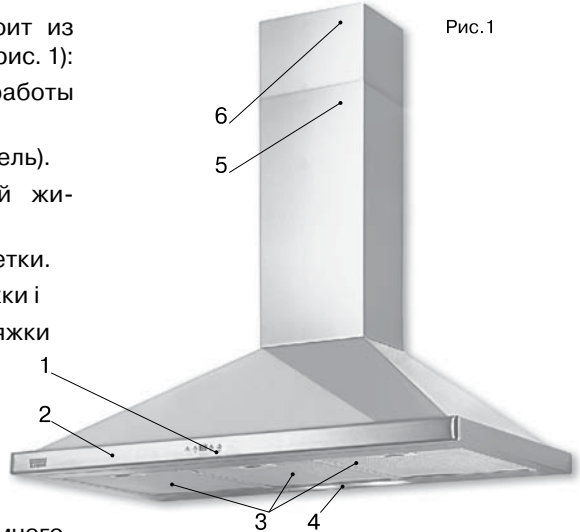

Рис. 1
Наружная часть вытяжки состоит из следующих составных частей (см. рис. 1):
С этой целью следует разместить корпус вытяжки (№ 2, рис. 1), не подсоединяя к нему декоративных кожухов воздуховода (№ 5,6, рис. 1), таким образом, чтобы тыльная сторона корпуса, которая должна прижиматься к стене, оказалась на столе или на полу, а переключатель режимов работы вытяжки, находящийся на лицевой панели, был бы обращен в сторону проверяющего. Далее вытяжка подключается к электросети и производится ее проверка. Если вытяжка на всех режимах работает исправно, следует приступить к монтажу вытяжки. Если нет, следует обратиться в организацию, в которой Вы приобрели вытяжку или в гарантийную мастерскую.
10. Если вытяжка будет работать в режиме рециркуляции, то необходимо просто установить декоративные кожухи (Рис. 1, поз. 5, поз. 6).
14. Поместите внутреннюю часть кожуха (Рис. 1 поз. 6) в наружную (Рис. 1 поз. 5). Установите наружную часть кожуха на корпус вытяжки (если есть места крепления, приверните ее к корпусу).